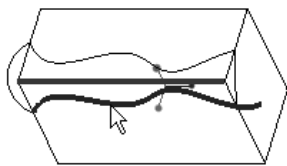

图 6-103 选择曲线
- 4) 在图形窗口中单击基准曲线, 如图 6-103 所示。